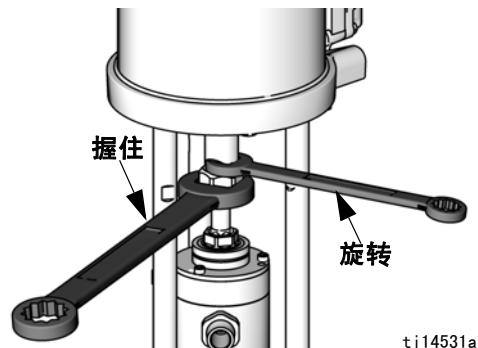

图 7. 旋松联接螺母。
3. 使用扳手夹住联接螺母 (7)。使用其他扳手，旋转发动机轴。为了避免损坏波纹管顶盖和 D 形密封件，请勿旋转联接螺母。参见图 7。